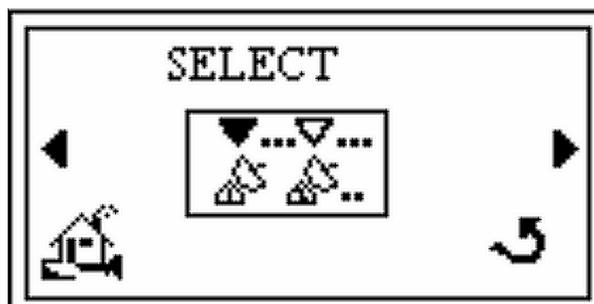

Figure 2-14 Ecran de sélection
4. Presser **Enter** et l'écran de *Sélection* apparaît (Figure 2-14).